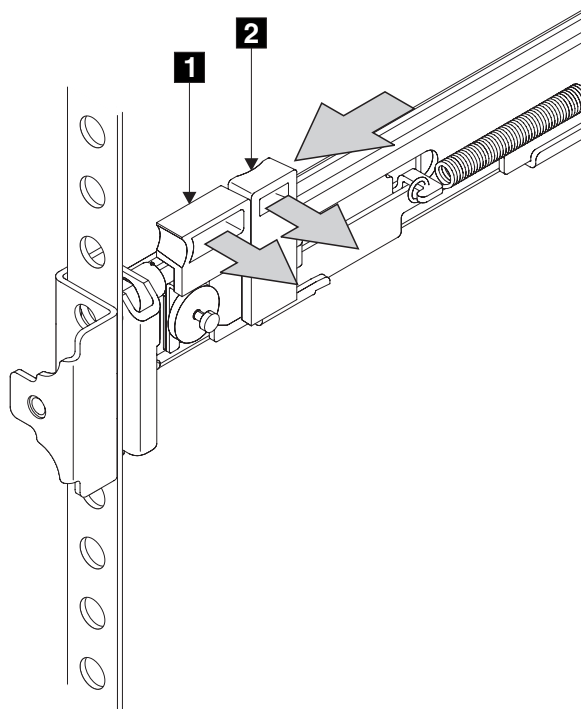

図 64. ラッチ・ロック・キャリア・アセンブリーを閉じる
8. ラッチ・ロック **2** (99 ページの図 64) をレールから離れる方向に押して、キャリアを解放します。ラッチ・ロック・キャリアがラックの前方向にスライドし、位置決めピンが、前部フランジの穴と前部レール・ブラケットの穴を通して突き出ます。